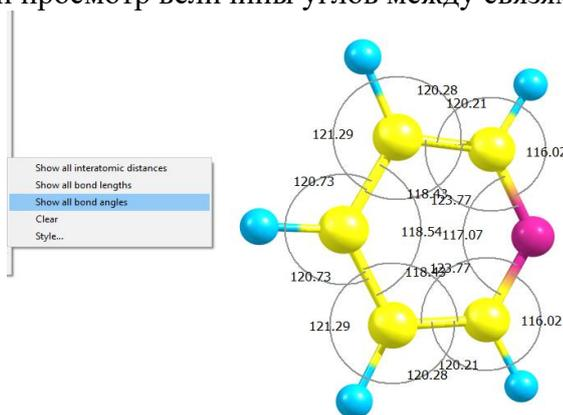

Рис. 5. Величины углов между связями в молекуле пиридина
5. Также доступен просмотр величины углов между связями, как показано на рис. 5.